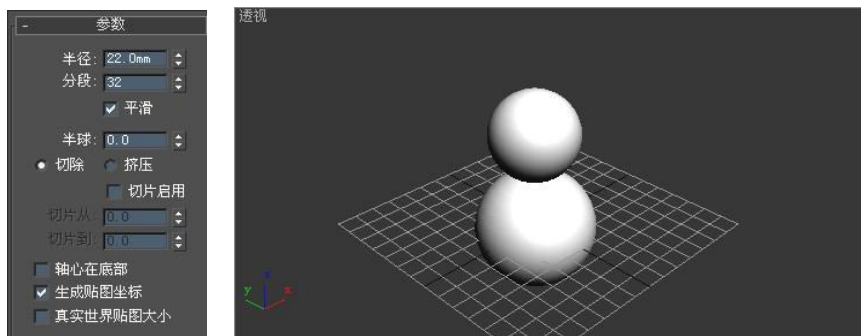

图 2-42 创建头部球体
- (3) 单击“球体”按钮, 在顶视图中再创建一个球体作为雪人头部, 在参数面板中设置球体的参数, 如图 2-42 所示, 颜色选择白色, 并与下面的球体对齐。